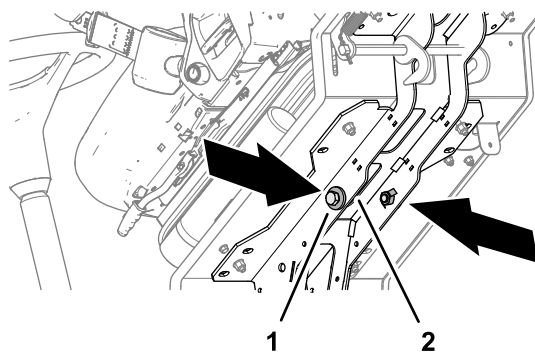

Рисунок 47
6. Сохраните 2 болта 12 x 40 мм и 2 шайбы 12 мм, завернув их в опорные балки платформы (Рисунок 47).